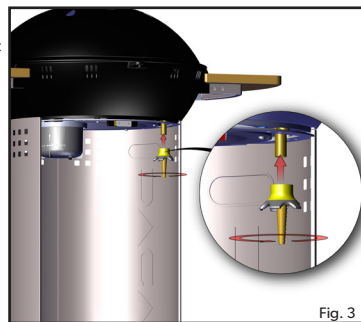

Fig. 3
- **OBS!** Se till att slutstycket hålls rakt när du installerar och skruvar fast det så att risken för gasläckor förhindras. Skruva fast med en lämplig skruvnyckel. (Fig. 3)